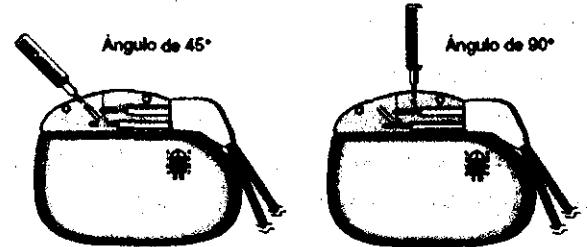

Figura 12. Apriete el tornillo en el ojal de cierre de goma.
12. Utilizando la llave hexagonal incluida en el envase, apriete todos los tornillos de fijación en el sentido de las agujas del reloj (Figura 12) hasta que toquen la clavija del conector; siga apretando como máximo un 1/4 de vuelta. Los tornillos de fijación deben tocar las clavijas de conexión de la extensión para conseguir una conexión eléctrica correcta.
Nota: En el neuroestimulador, hay cuatro tornillos de fijación situados en la parte superior del bloque de conexión, dos para cada extensión. Dos tornillos de fijación están orientados en un ángulo de 90° y dos en un ángulo de 45°. Al apretar los tornillos de fijación, la llave hexagonal (incluida en el envase) debe orientarse en el mismo ángulo que los tornillos (Figura 12).